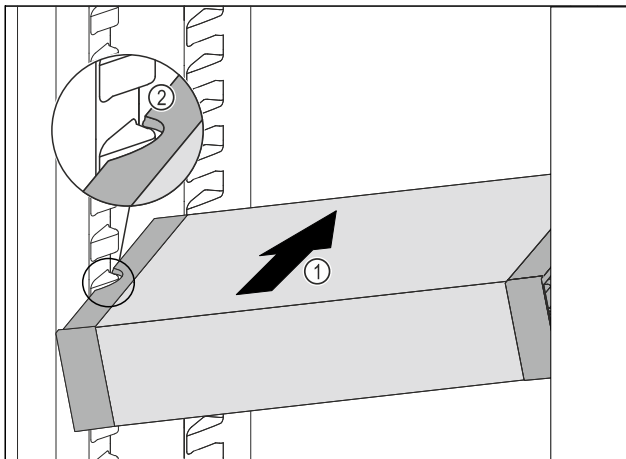

Fig. 151
- ▶ 将 VarioSafe 斜插入冷藏区中 Fig. 151 (1)，直至 VarioSafe 的侧部凹槽 Fig. 151 (2) 与冷藏区中的容器肋梁持平。